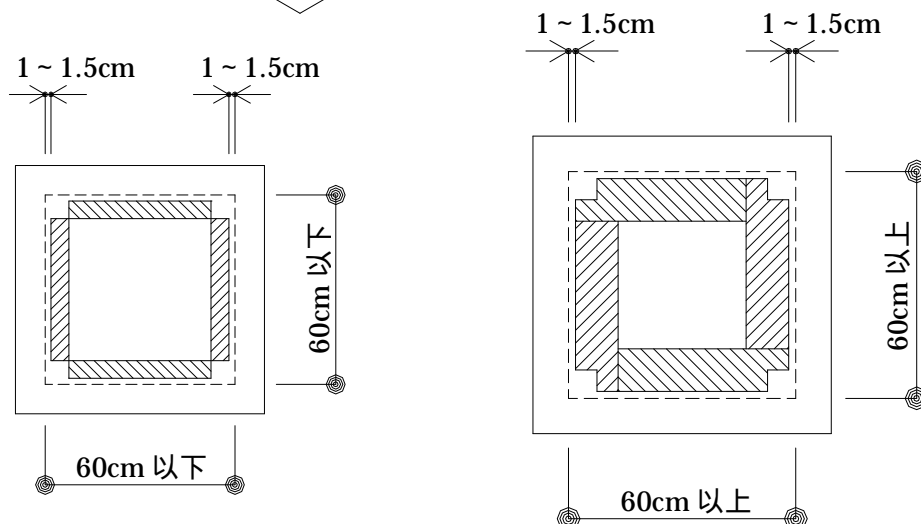

図 7
- 手順 3. 不倒シートを中台（上台）の中央になるように芝台（中台）に貼ります。（図 7 参照）